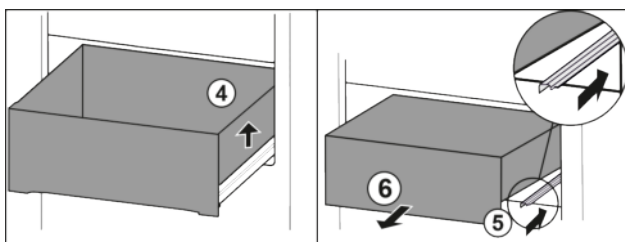

Fig. 93
- Schubfach rechts anheben. Fig. 93 (4)
- Rechte Schiene einschieben. Fig. 93 (5)
- Schubfach nach vorne entnehmen. Fig. 93 (6)